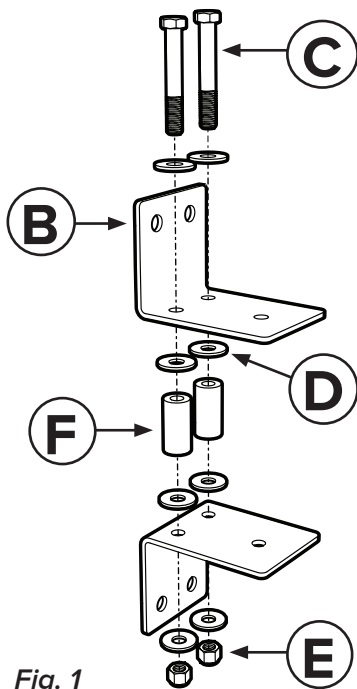

Fig. 1
Assemblez le support de fixation (B) à l'aide des vis (C), des rondelles (D) et des écrous (E), sans serrer à fond, en laissant suffisamment d'espace pour le bras mobile de fixation (A). Voir fig. 1.